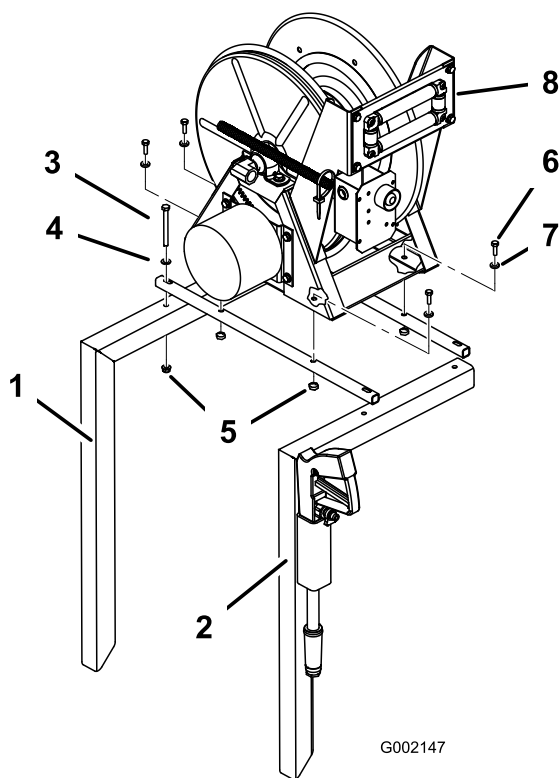

Figura 5
5. Instale los 2 tubos de montaje del carrito de la manguera en la parte superior de los soportes del carrito (Figura 5) usando 4 pernos (5/16 x 3-1/4 pulgadas), 4 arandelas (diámetro exterior 11/16 pulgada) y 4 tuercas con arandela prensada (5/16 pulgada). No apriete del todo las fijaciones para poder ajustar la posición más tarde.
6. Instale el conjunto del carrito de la manguera en los tubos de montaje del carrito (Figura 5) usando 4 pernos con arandela prensada (5/16 x 1-1/2 pulgadas), 4 arandelas (diámetro exterior 7/8 pulgada) y 4 tuercas con arandela prensada (5/16 pulgada). No apriete del todo las fijaciones para poder ajustar la posición más tarde.